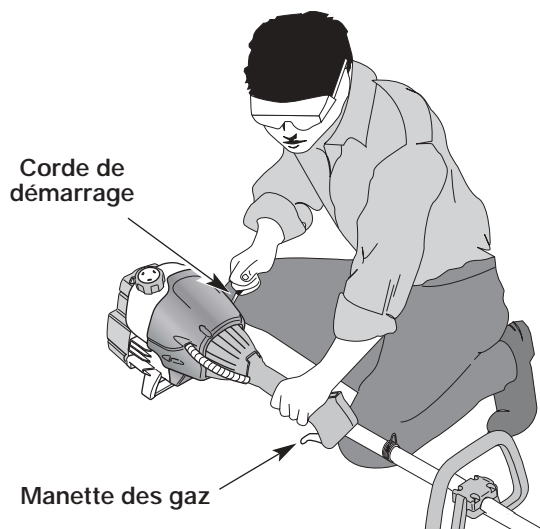

Fig. 8
AVERTISSEMENT : évitez tout démarrage accidentel. Tenez-vous en position de démarrage lorsque vous tirez sur la corde de démarrage (Fig. 8). L'opérateur et l'appareil doivent tous deux être en position stable pour éviter des blessures graves.
5. L'appareil étant prêt à démarrer (Fig. 8), **N'APPUYEZ PAS SUR LA MANETTE DES GAZ** et tirez brusquement sur la corde de démarrage 5 fois de suite, le levier EZ-Start^{MC} étant tourné vers la gauche. Si le moteur essaie de démarrer avant le cinquième tir, passez à l'étape 6. Si le moteur ne démarre pas, retournez à l'étape 3.
1. Relâchez la manette des gaz (Fig. 8). Laissez le moteur refroidir au ralenti.
Pour couper les bordures à l'aide de la tête d'accessoire de coupe sur les modèle EZ-Link™, verrouillez le bouton de déclenchement de l'accessoire de coupe dans le trou de 90° ou de 180° (Fig. 8).